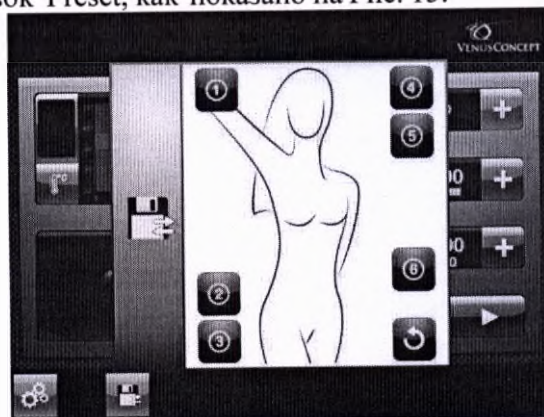

Рис. 15. Экран предустановок
1. На экране процедурного режима MP2 (см. Рис.11), нажмите кнопку **Preset**; появится экран предустановок Preset, как показано на Рис. 15.
2. Нажмите кнопку **Preset**; появится экран предустановок, как показано на Рис. 15.